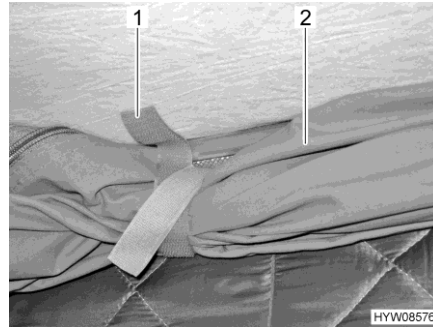

Bild 55 Haltetaschen
- Haltetaschen (Bild 55,1) an aufgerolltem Zeltstoff (Bild 55,2) lösen.
- Zeltstoff (Bild 55,2) einrollen und mit den Haltelaschen (Bild 55,1) sichern.